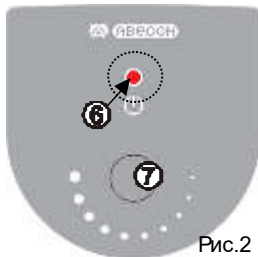

Рис.2
• Включение нагрева отображается светодиодом (6), рис.2.
- не светится (не мигает) – нагрев выключен, ручка (7) в крайнем левом положении,
• Задание температуры - вращением ручки (7): по часовой стрелке – увеличение температуры, против часовой стрелки – уменьшение температуры.
• Установить ручкой (7) температуру, при которой разрезаемый материал плавится без сильного задымления.